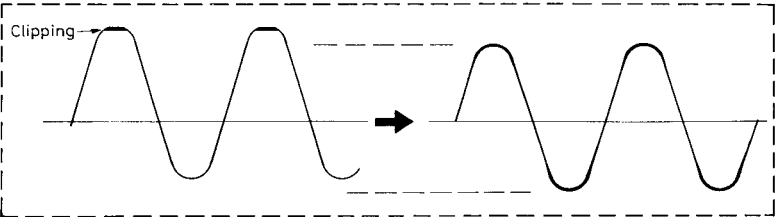
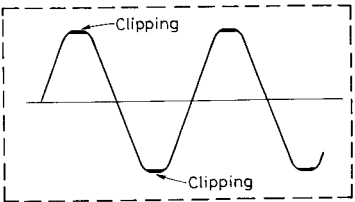

Fig. 4 (Abb. 4)
Fig. 5 (Abb. 5)
① Connect the strain gauge to the speaker terminals with the volume control turned to maximum.	① Connect the oscilloscope to the speaker terminals with the volume control turned to maximum.
② Keep R351 of the power limiter circuit fully turned to the left.	② Keep R351 of the power limiter circuit fully turned to the left.
③ Apply 1 kHz signal to the set so that the output is clipped to 5% strain.	③ Apply 1 kHz signal to the set that the output reaches the clip point.
④ Adjust R350 so that the output strain is reduced to minimum.	④ Adjust R350 so that the waveform becomes vertically symmetrical. (Fig. 4)
⑤ Adjust R351 so that the output strain becomes 5.5%.	⑤ Adjust R351 so that the upper and lower portions of the waveform are clipped to a slight extent (Fig. 5).
1 Den Spannungsmesser an die Lautsprecheranschlüsse anschließen, und den Lautstärkeregler in die Maximalposition stellen. 2 R351 der Begrenzerschaltung ganz nach links gedreht belassen. 3 1 kHz-Signal dem Gerät zuleiten, sodaß die Ausgangsleistung auf 5% Verformung beschnitten wird. 4 R350 so abgleichen, daß die Ausgangsverformung auf das Minimum reduziert wird. 5 R351 abgleichen, sodaß die Ausgangsverformung 5.5% beträgt.	1 Das Oszilloskop an die Lautsprecheranschlüsse anschließen, und den Lautstärkeregler in die Maximalposition stellen. 2 R351 der Begrenzerschaltung ganz nach links gedreht belassen. 3 1 kHz-Signal dem Gerät zuleiten, sodaß die Ausgangsleistung den Begrenzungspunkt erreicht. 4 R350 so abgleichen, daß die Wellenform vertikal symmetrisch wird. (Abb. 4) 5 R351 so abgleichen, daß die oberen und unteren Anteile der Wellenform zu einem geringen Maß beschnitten werden. (Abb. 5)
1 Brancher l'extensomètre aux bornes du haut-parleur, avec le réglage de volume tourné au maximum. 2 Laisser R351 du circuit de limitation de puissance, complètement tourné vers la gauche. 3 Appliquer un signal de 1 kHz à l'appareillage, de façon à ce que la puissance de sortie soit coupée à une tension de 5%. 4 Régler R350, de façon à ce que la contrainte de sortie soit réduite au minimum. 5 Régler R351, de façon à ce que la contrainte de sortie devienne de 5.5%.	1 Brancher l'oscilloscope aux bornes du haut-parleur, avec le réglage de volume tourné au maximum. 2 Laisser R351 du circuit de limitation de puissance, complètement tourné vers la gauche. 3 Appliquer un signal de 1 kHz à l'appareillage, de façon à ce que la puissance de sortie atteigne le point d'écrêtage. 4 Régler R350, de façon à ce que la forme d'onde devienne verticalement symétrique. (Fig. 4). 5 Régler R351, de façon à ce que les sections supérieure et inférieure de la forme d'onde soient coupées sur une légère portée. (Fig. 5).